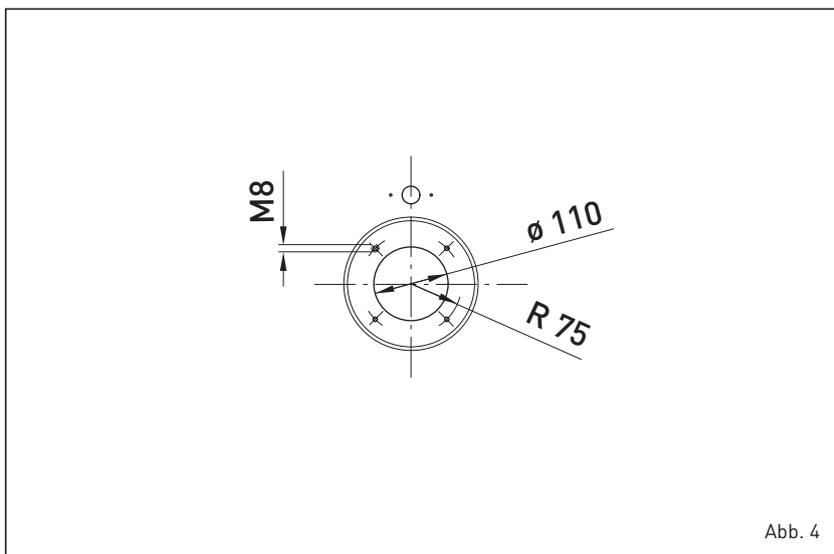

Abb. 4
1.8.1 Montage des Brenners (Abb. 4)
Die Kesseltür ist bereits für die Montage des Brenners vorbereitet (Abb. 4). Die Brenner müssen so geregelt werden, dass das CO₂ mit dem Wert übereinstimmt, der in Punkt 1.3 angegeben ist, wobei eine Toleranz von ± 5% möglich ist.